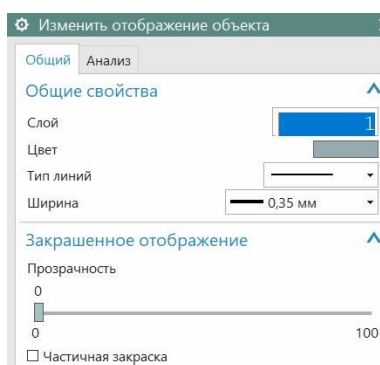
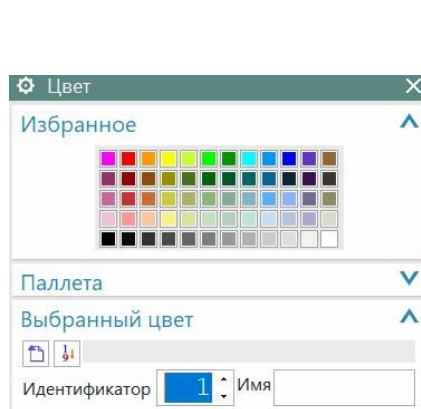

рис.135
Рис.136
- В окне рис.135, в строка «Цвет» можно поменять цвет окраски элемента (рис.136).